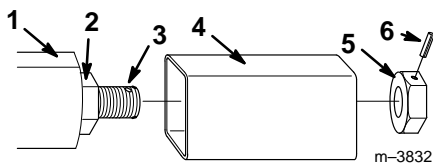

Figure 6
8. Insérer le bout de l'élinde dans la chambre de réglage en glissant la tige de réglage dans le petit trou du fond de la chambre (Fig. 6).
9. Par l'arrière de la chambre de réglage, visser l'écrou de réglage sur la tige jusqu'à ce que le bout de la tige affleure au ras de l'écrou et que les marques tracées au point 5 coïncident (Fig. 6).
10. Remettre la goupille cylindrique dans l'écrou de réglage (Fig. 6).